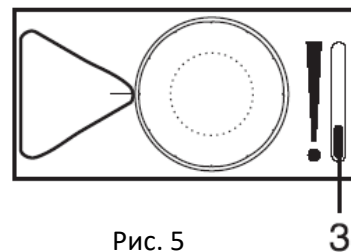

Рис. 5
- В** - универсальная арматура (рис. 4) или арматура с передвижным регулятором BY-PASS (см. Рис. 5 на стр. 5)
На газовом клапане **В** (Рис. 3) установите передвижную ручку **3** регулировки (Рис. 5) в стандартное положение настройки согласно изображению. Встроенный в газовую арматуру термостат автоматически регулирует температуру в помещении, которая задана ручкой **1** регулировки.
Для того, чтобы вновь перейти к термостатической регулировке, необходимо передвигаемую ручку 3 регулировки вернуть в положение стандартной настройки согл. Рис. 5.